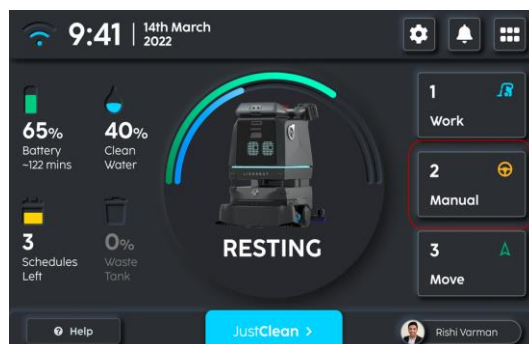

FIGURE 5-27
1. Sur l'écran d'accueil, sélectionnez le bouton 'NETTOYAGE MANUEL' (Fig. 5-27) et relevez la barre de manipulation (16).